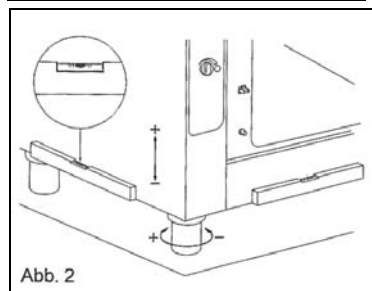

Abb. 2
- Poziomowanie i ustawianie wysokości należy przeprowadzić za pomocą nóżek nastawnych, jak pokazano na rys. 2.